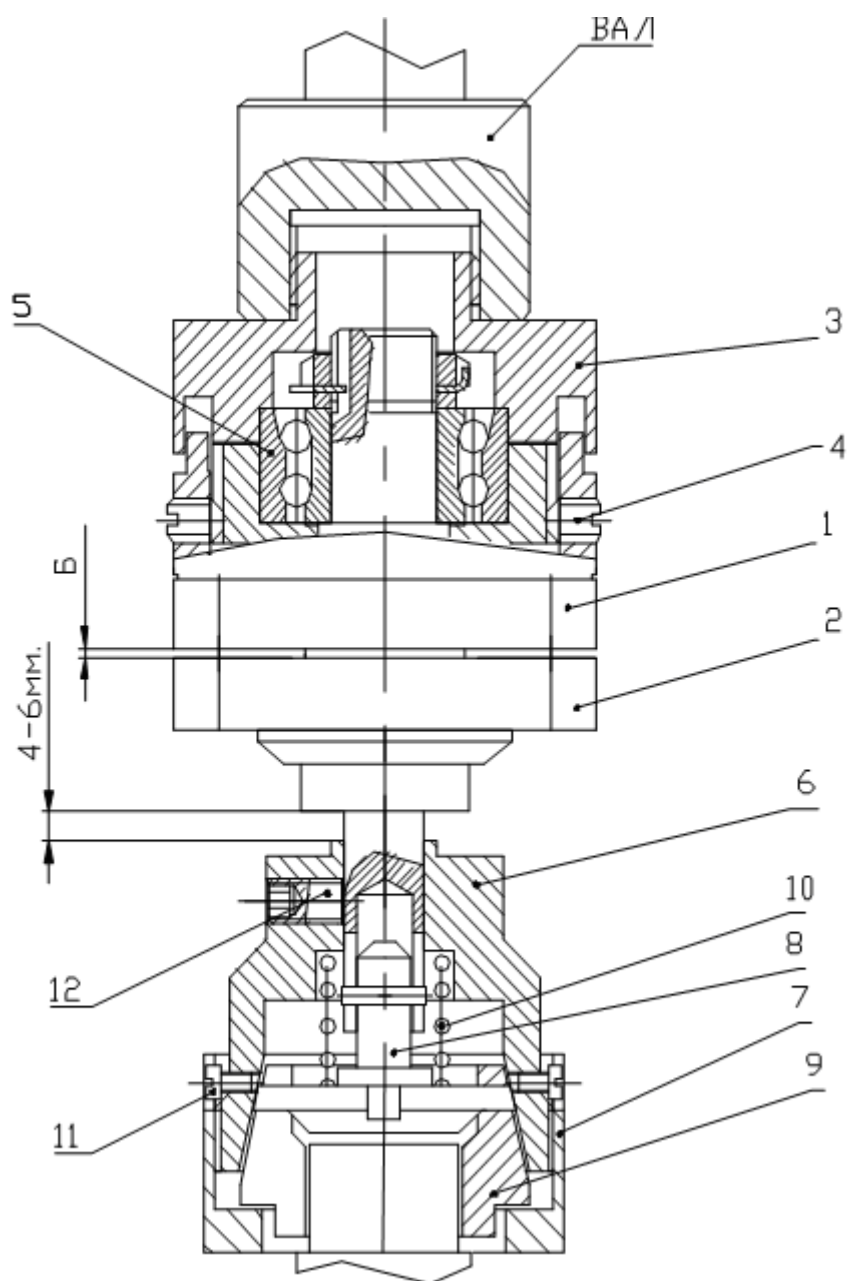

Рис. 5 Магнитная головка
- настроить магнитную головку (см. рис.5 Приложения I):
- настроить цанговый патрон (см. рис.5 Приложения I):
7.5. Периодически производить смазку (см. рис.5 Приложения I):